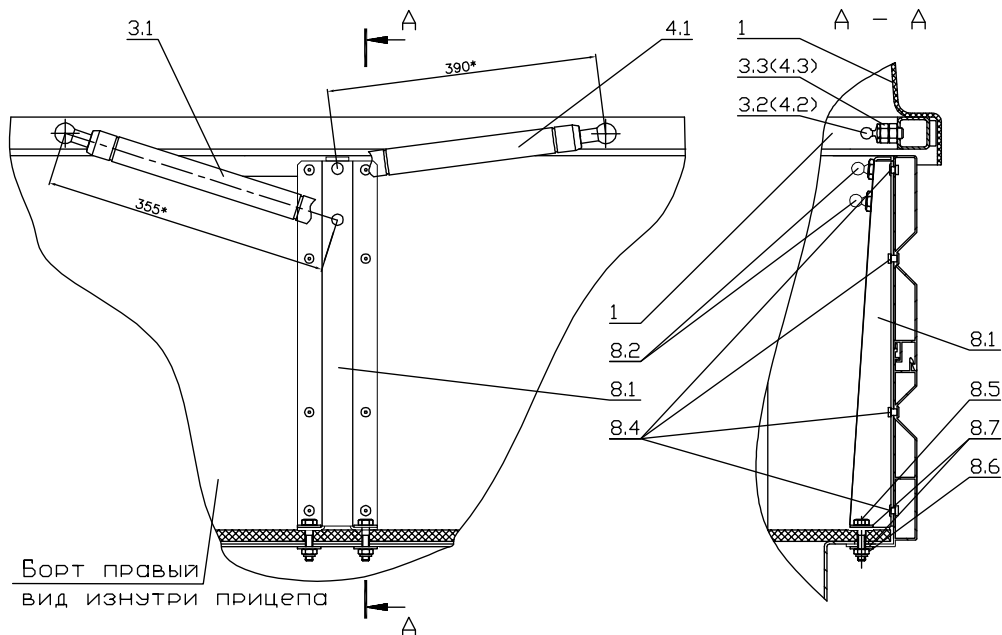

Рисунок 2.
9. Прикрутить верхние шаровые шарниры 3.2 через дистанционную гайку 3.3 (рис. 2б сечение А-А).
10. В закрытом состоянии крышки разметить отверстие Б в левом и правом борту прицепа на расстоянии 355мм от оси вращения шарнира и 8мм от верхнего края борта, как показано на рис. 2б.
11. Просверлить отверстия, Ø9мм. Прикрутить нижние шаровые шарниры 3.2 (рис. 2б сечение В-В).
14. Установить стопоры газовых упоров 3.5 (рис. 2б). Установить газовые упоры 3.1 штоком вниз.
Рисунок 2б.
10. Прикрутить верхние шаровые шарниры 4.2 через дистанционную гайку 4.3 (рис. 2г, сечение А-А).
11. Просверлить отверстие $\varnothing 9$ мм в левом и правом борту прицепа на расстоянии 10мм от верхнего края борта и 10мм от заднего края стойки, как показано на рис.2г.
12. Прикрутить нижние шаровые шарниры 4.2 (рис. 2г, сечение В-В).
14. Установить стопоры газовых упоров 4.5 (рис. 2г).
Рисунок 2г.
10. Прикрутить верхние шаровые шарниры 3.2 и 4.2 через дистанционные гайки 3.3 и 4.3 (рис. 2д, сечение А-А и сечение В-В).
11. Просверлить отверстие $\varnothing 9\text{мм}$ в левом и правом борту прицепа на расстоянии 10мм и 50мм от верхнего края борта и 10мм от заднего края стойки, как показано на рис.2д.
12. Прикрутить нижние шаровые шарниры 3.2 и 4.2 (рис. 2д, сечение Б-Б).
Рисунок 2д.
11. Прикрутить верхние шаровые шарниры 3.2 и 4.2 через дистанционные гайки 3.3 и 4.3 (рис. 2, сечение А-А).
12. Изнутри прицепа, при закрытой крышке, установить стойку газовых упоров, таким образом, что бы от центра заднего шарового шарнира крышки до центра верхнего шарового шарнира стойки было 395-405 мм. (355, для крышки модели 251214), а от центра переднего шарового шарнира крышки до центра нижнего шарового шарнира стойки было 355-365 мм. (не сверлить для крышки модели 251214), как показано на рис.2д. Удерживая стойку газовых упоров, через отверстия стойки просверлить отверстия диаметром 5 мм., в борту прицепа, и отверстия диаметром 6 мм. в полу прицепа
13. Закрепить стойку газовых упоров, **сначала к полу прицепа** болтами М6х25 (затянуть гайки усилием 12 Н/м.), потом вытяжными заклёпками ф4,8х10 (верхний и нижний ряд заклёпок вставляется изнутри прицепа а средние ряды снаружи), как показано на рис.2д.